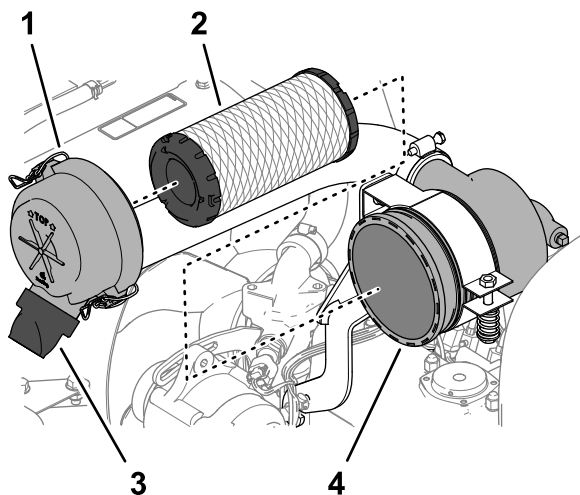

Bild 67
3. Lösen Sie die Laschen, mit denen die Abdeckung am Luftfiltergehäuse befestigt ist (Bild 67).
6. Nehmen Sie den Filtereinsatz heraus (Bild 67).
7. Entfernen Sie das Gummiablassventil (Bild 67) vom Schmutzauswurfanschluss der Luftfilterabdeckung.